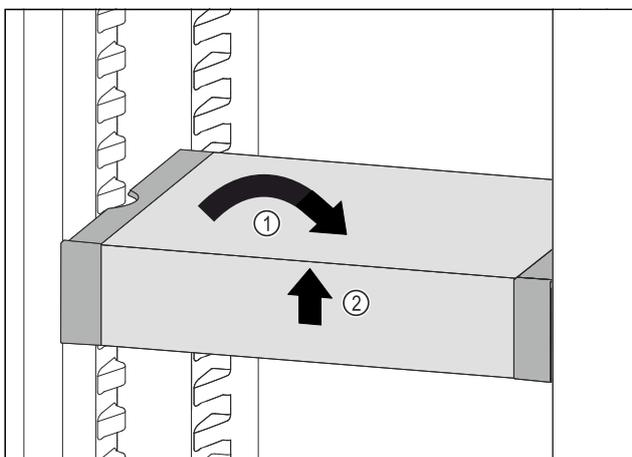

Fig. 123
- Collocare VarioSafe in maniera dritta. Fig. 123 (1)
- Sollevare VarioSafe dal lato anteriore. Fig. 123 (2)